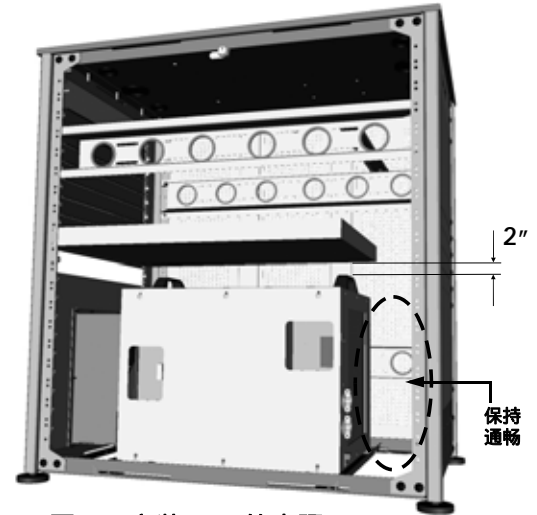

图 2-5 安装 LPS 的步骤
- g. 将气流管道直接放在 LPS 的后部。**当心！不要在灯泡电源前面安装任何妨碍气流循环的组件。请参阅图 2-5。**
- j. 在支架上安装其他组件时，请在 LPS 把手上方至少留出 2 英寸的空间，以方便操作。请参阅图 2-5。